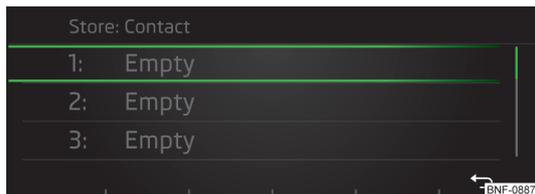

Fig. 114
- Seleccionar la posición para guardar el favorito » fig. 114.